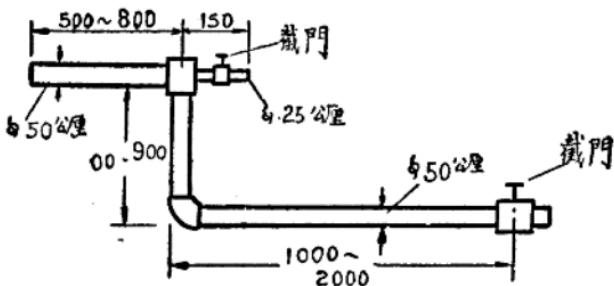

图 9
(2) 使用风水喷射器，点炮后既打开风水喷射器，一方面可以帮助通风，另一方面可以达到降尘的作用，其布置如图9所示。